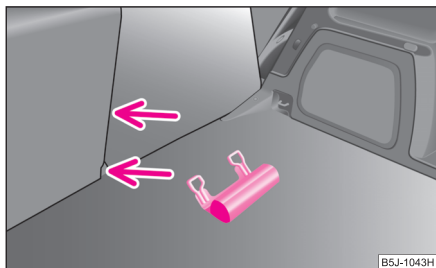

Abb. 77 Halter zur Befestigung
- Schieben Sie den Befestigungshalter ⇒ Abb. 77 von hinten zwischen Sitzfläche und Sitzlehne, richten Sie anschließend die Sitzlehne in die senkrechte Stellung auf.